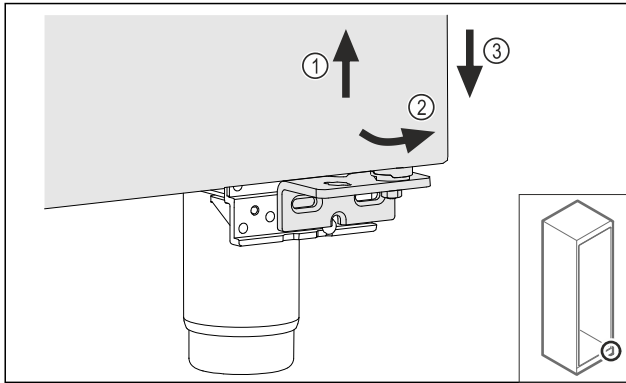

Fig. 18
- ▶ Tür leicht anheben Fig. 18 (1), unten nach vorne kippen Fig. 18 (2) und absenken Fig. 18 (3).